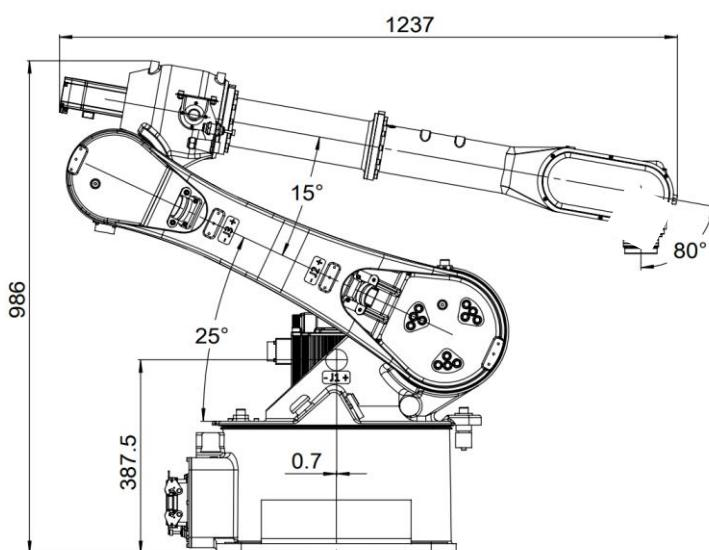

图 9-5 AIR20-2000C&amp;AIR12-2000C-HI 系列操作机搬运位姿图
- 肘部负载质心位置需位于图 9-5 所示安装螺钉  $150\text{mm}\times80\text{mm}$  区域内部。
AIR20-2000C&AIR12-2000C-HI 系列操作机搬运时一至六轴姿态如表 9-1 和图 9-5 所示。